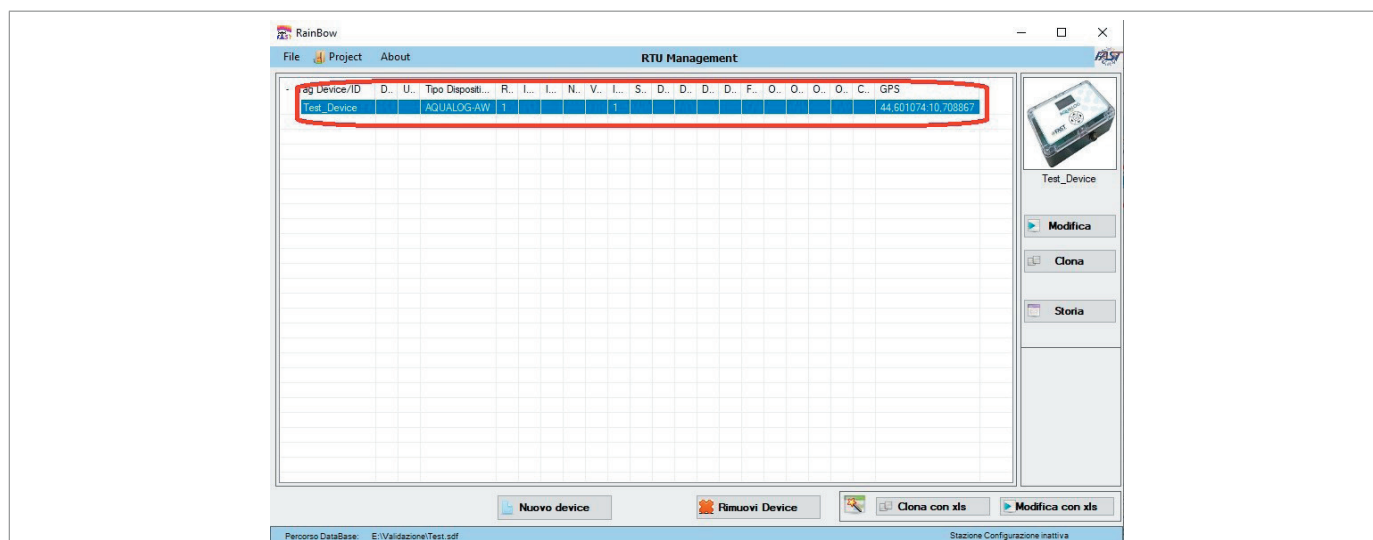

Fig. 8.30. Selección del RTU
3. Seleccione la RTU deseada (Fig. 8.30)